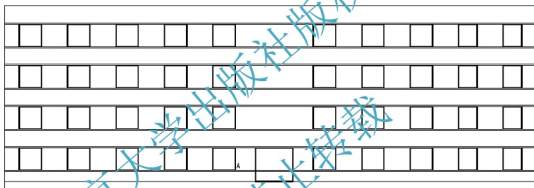

图 4.17 绘制⑥~⑦轴线首层门洞口
(1) 启动【矩形】命令（快捷键 REC）。
① 在指定第一个角点或 [倒角(C)/标高(E)/圆角(F)/厚度(T)/宽度(W)]: 提示下，输入“W”后按 Enter 键。
② 在指定矩形的线宽<0.0000>: 提示下，输入“50”后按 Enter 键，表示将矩形线宽改为 50mm。
③ 在指定第一个角点或 [倒角(C)/标高(E)/圆角(F)/厚度(T)/宽度(W)]: 提示下，单击【对象捕捉】工具栏上的【捕捉自】图标 。
④ 在指定第一个角点或 [倒角(C)/标高(E)/圆角(F)/厚度(T)/宽度(W)]: \_from 基点: 提示下，捕捉 A 点，即以 A 点为基点（A 点的位置如图 4.17 所示）。
⑤ 在指定第一个角点或 [倒角(C)/标高(E)/圆角(F)/厚度(T)/宽度(W)]: \_from 基点: <偏移>: 提示下，输入⑥～⑦轴线首层门的左下角点相对于 A 点的坐标“@1650, -900”。其中  $1650=1050+600$ ，这样就绘出了⑥～⑦轴线首层门洞口的左下角点，如
⑥ 在指定另一个角点或 [面积(A)/尺寸(D)/旋转(R)] 提示下, 输入 “@3000, 2700”, 然后按 Enter 键结束命令, 结果如图 4.17 所示。